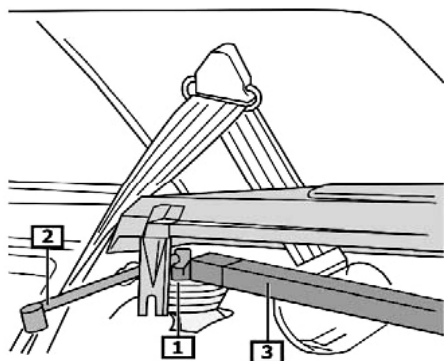

Fig. 4:
- **Fig. 4** Hutablage aushängen und Seitenverkleidung ausclipen.
- **Fig. 4** Unhook rear shelf and unclip side paneling.
- **Fig. 4** Décrocher la plage arrière et déclipser le capitonnage latéral.
- **Fig. 4** Desenganchar la bandeja trasera y el revestimiento lateral.